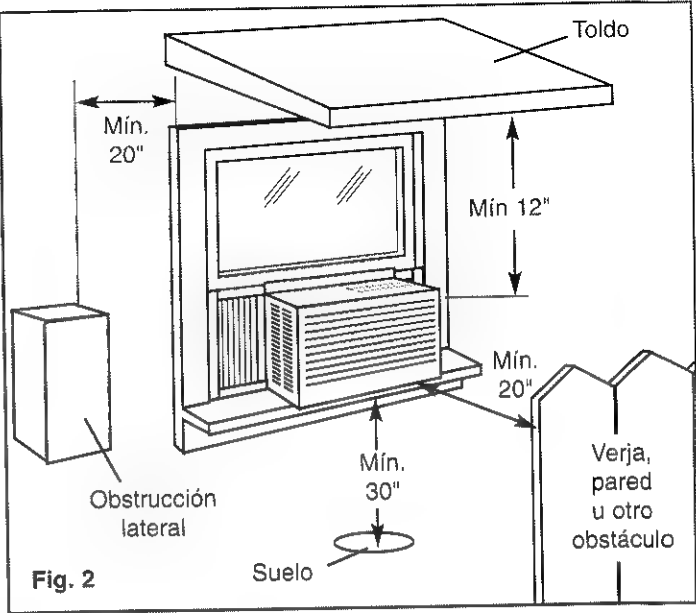

Fig. 2
- D. Proporcione suficiente espacio libre alrededor del armario para permitir una circulación de aire amplia a través de la unidad. Consulte la Fig. 2. La parte posterior de la unidad debe estar al aire libre y no en un garage ni dentro de un edificio. Mantenga la unidad tan lejos de las puertas como sea posible y por lo menos a 30 pulgadas por encima del piso o del suelo. Se debe evitar que las cortinas u otros objetos en la habitación bloqueen el flujo de aire.